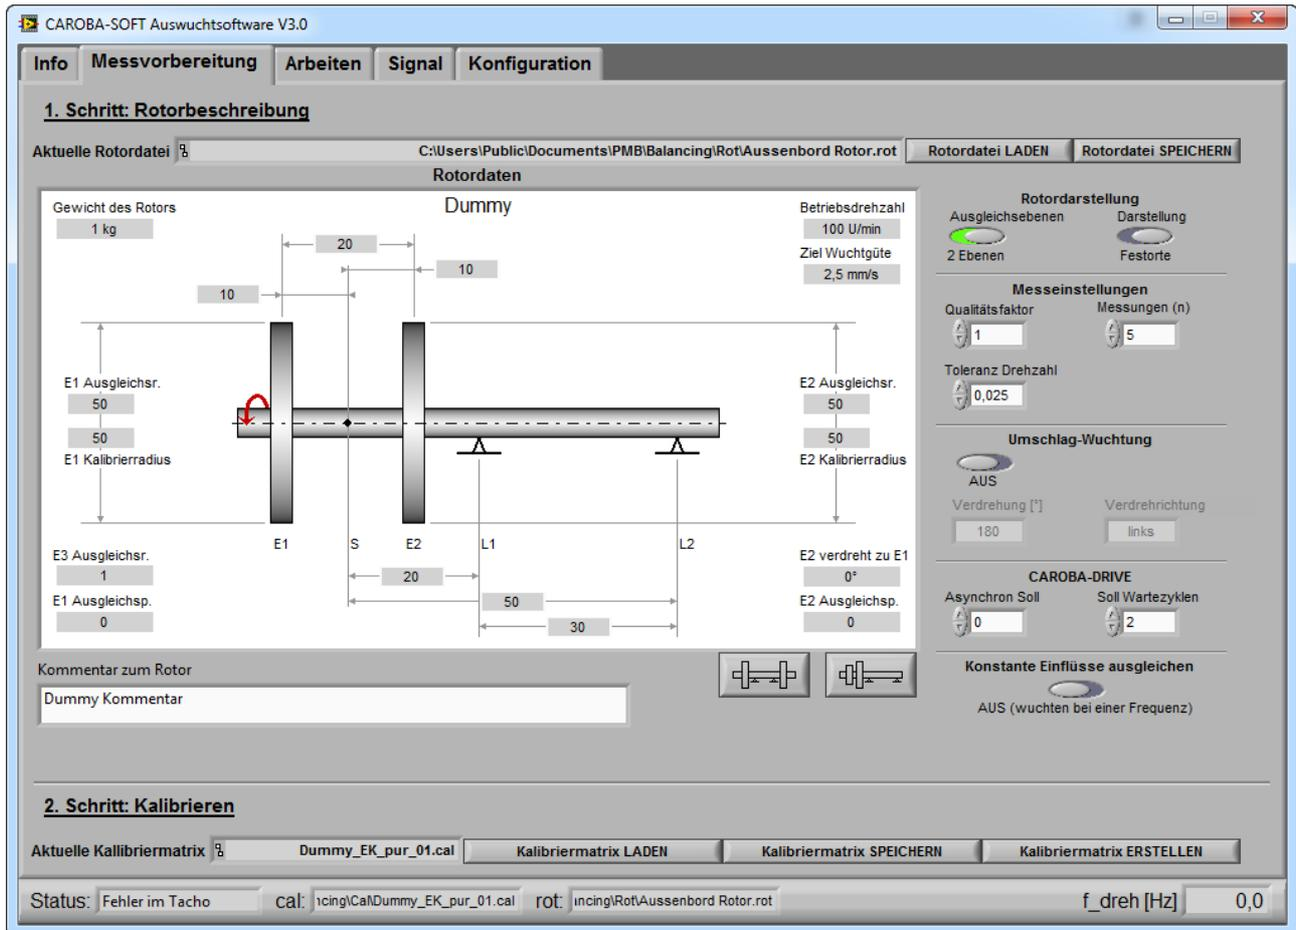

Abbildung 1: Reiter Messvorbereitung
3. Rechts unter der Rotorskizze befinden sich zwei Knöpfe (siehe Abbildung 1, Seite 1), die beispielhafte Rotorbeschreibungen einladen. Dies dient als Orientierungshilfe bei der Eingabe ihrer Rotordaten für bestimmte Typen von Rotoren.